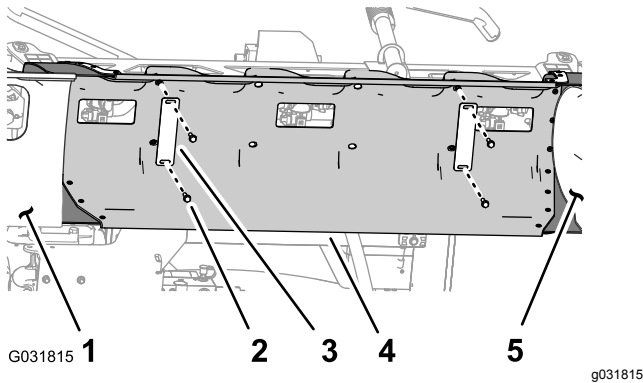

Figure 27
1. Tout en soutenant le couvercle de la section centrale (11 buses), retirez les 4 boulons à embase (5/16" x 1 1/4") et les 2 brides qui fixent le couvercle sur son support (Figure 27).